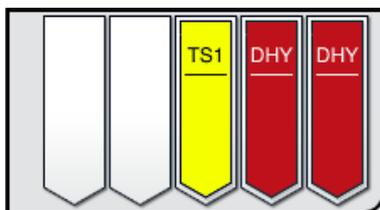

Fig. 85
- Após um rack ter passado pelo processo de coloração, ele é transportado para a gaveta de descarga (→ "Fig. 19-4") e colocado em uma posição disponível (→ "Fig. 85"). O usuário é informado sobre isto através de uma mensagem de informações e um aviso sonoro.